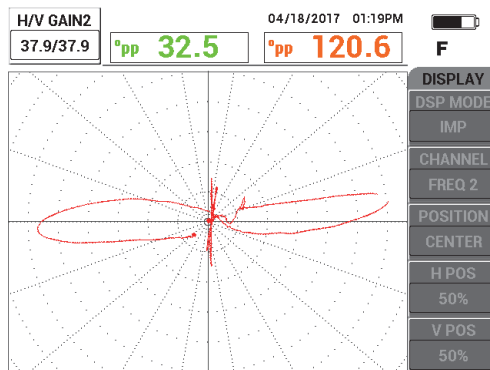

Abbildung 5-200 Verstärkungsregulierung mit FREQ 2
6. Regulieren Sie das Signal des Hilfsrings, so dass es nicht von der Anzeige entschwindet (8 bis 9 Hauptskalenteile) [siehe Abbildung 5-200 auf Seite 287].